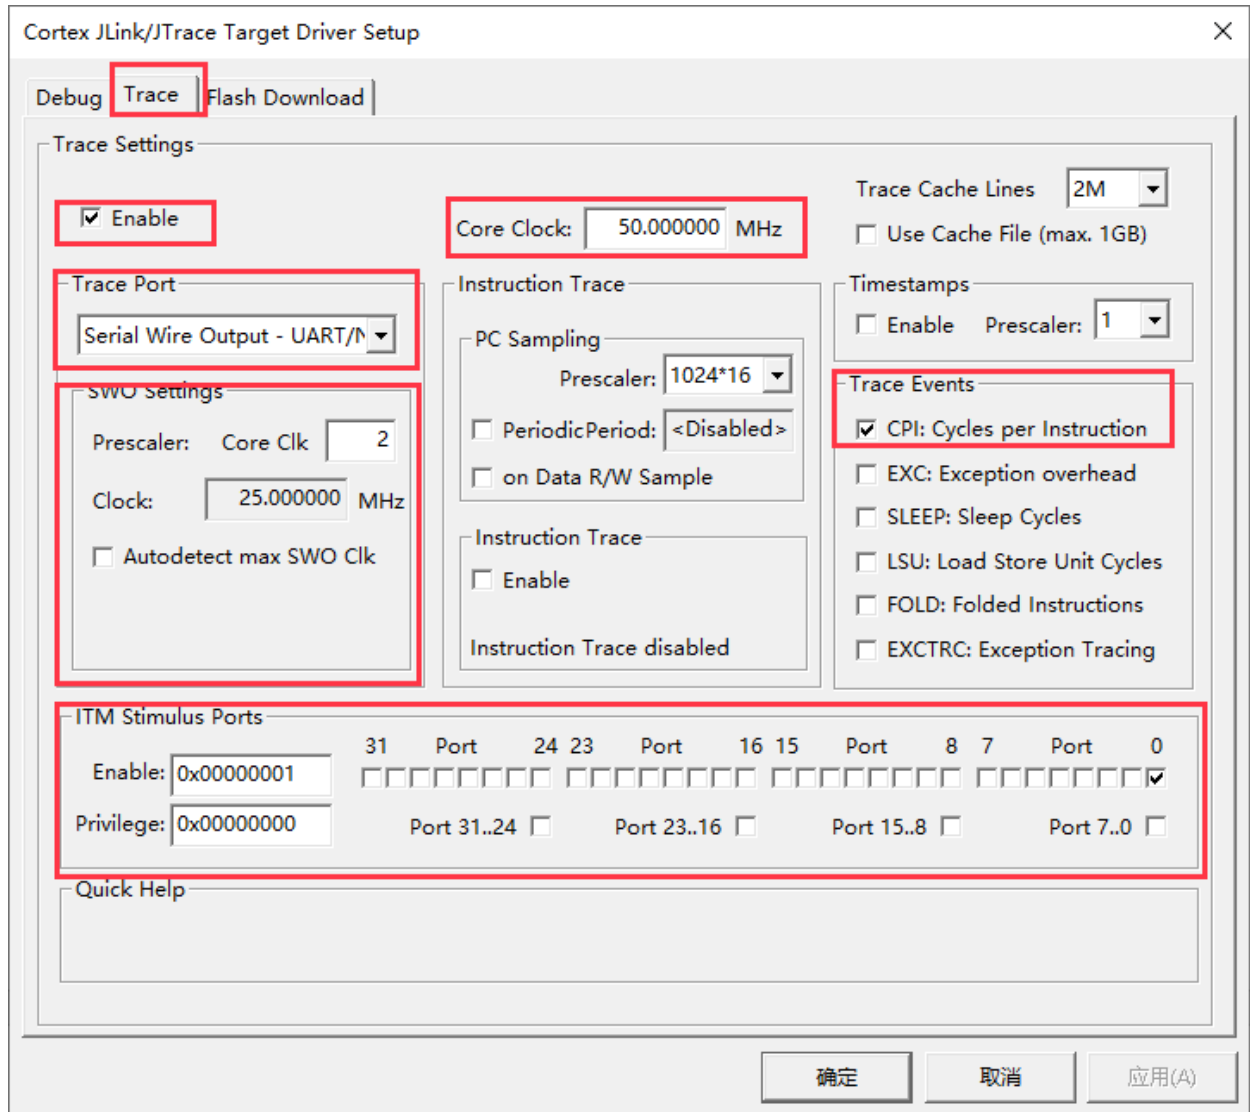

图 4-3 Trace 配置
- 在“Cortex JLink/JTrace Target Driver Setup”窗口的 Trace 页面，配置 Trace 相关信息，如图 4-3 所示。其中 Core Clock 为 TPIU 时钟频率，即 CPU 主频通过 CLK_SetTpiuClockDiv()分频后的时钟，参考样例中主频为 200 MHz，设置了 4 分频，因此 Core Clock 为 50 MHz。Trace Port 需选择 SWO 输出 (Serial Wire Output - UART/NRZ)；SWO Settings 框中，SWO 支持的最大时钟为 30MHz，因此，此处设置 2 分频；Trace Events 可根据需求自行配置。ITM Stimulus Ports 默认使用 port0，也可更改软件实现 0~31 任意端口输出，这里不做赘述。